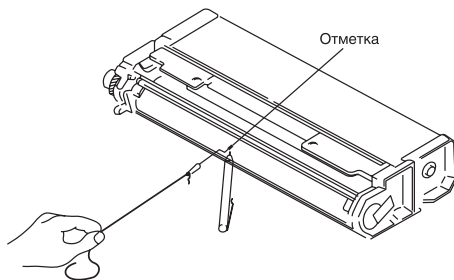

Рис. 6. Место контакта иглы с поверхностью ролика
5. Отметьте ручкой на поверхности ролика место контакта иглы с поверхностью, см. рис. 6.